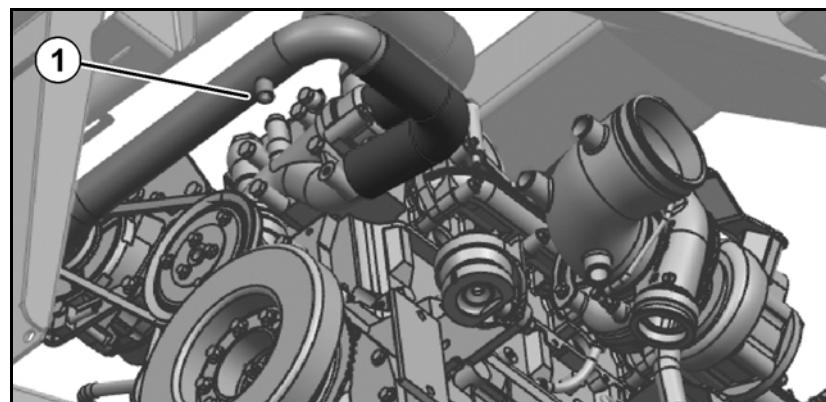

Рис. 163
1. Поставьте под резьбовую пробку (Рис. 163/1) поддон.